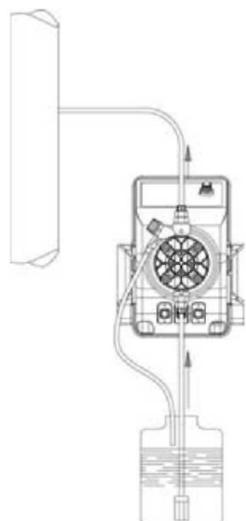
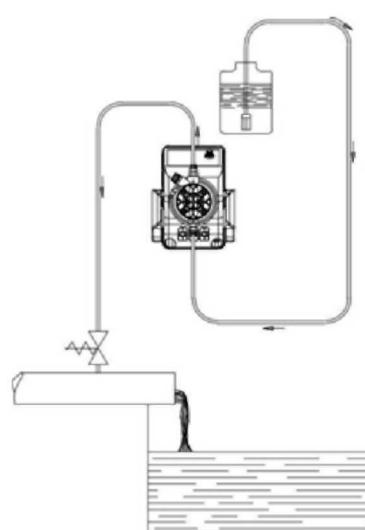

Рис. 5
Рис. 6
c. Насос располагать так, как показано на Рис. 5, учитывая, что его разрешается устанавливать или ниже, или выше уровня жидкости для дозирования, при этом разница уровней не должна превышать 2 метра. Если технологическая установка, в которой монтируют насос, работает при атмосферном давлении (без обратного давления), а бак с химикатами расположен над установкой (Рис. 6), необходимо проверять состояние клапана впрыска с регулярными интервалами, так как чрезмерный износ способен вызывать просачивание добавок в установку, даже если работа насоса прекращена. При постоянном наличии такой проблемы необходимо провести надлежащую калибровку клапана противодавления (C), установленного между точкой впрыска и самим клапаном. Если такие жидкости производят агрессивные пары, запрещается устанавливать насос над баком хранения, если только последний не изолирован герметично.